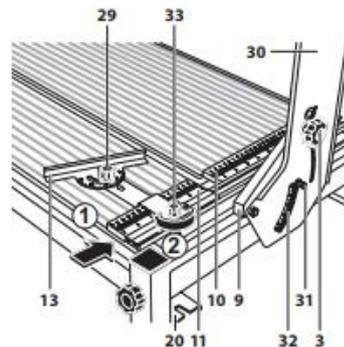

Рис. 11
#### Настройка угла косого реза (рис. 11)
- отпустите винт (33) (рис.11) фиксации кронштейна транспортера;
- затяните винт (33) (рис.11).
- отпустите винты-барашки (3) (рис.11) фиксации наклона головки диска (с обеих сторон силовой балки (5) (рис.1) на кронштейнах стоек (9) (рис.1);
- установите по шкале (32) (рис.11) указателя требуемый угол распила;
- зафиксируйте наклон диска винтами (3).
- проверьте показания указателя шкалы (32) (рис.11) (под винтом 3). При отличии его показаний от нуля, отпустите винт крепления указателя (31) (рис.11) и, отрегулировав его положение, затяните винт.
- установите регулируемый упор с транспортом (13) (Рис.1) напротив деления на упорной линейке (11) (Рис.1) (например, 10 см) и зафиксируйте его винтом (33) (Рис.11). Угол транспортира установите в положение 0°;